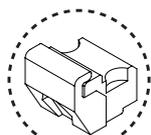

fig. 2
- 2º Apretar los amarracables (fig. 2).